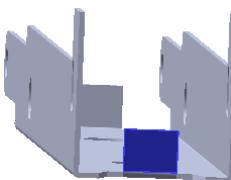
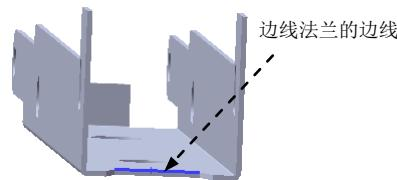

图 12.5.21 边线一法兰 3
图 12.5.22 边线法兰的边线
Step11. 创建图 12.5.21 所示的钣金特征——边线一法兰 3。
(1) 选择命令。选择下拉菜单 插入(I) → 钣金(M) → 边线法兰(E)... 命令(或单击“钣金”工具栏中的 按钮)。
(2) 定义特征的边线。选取图 12.5.22 所示的模型边线为生成的边线法兰的边线。